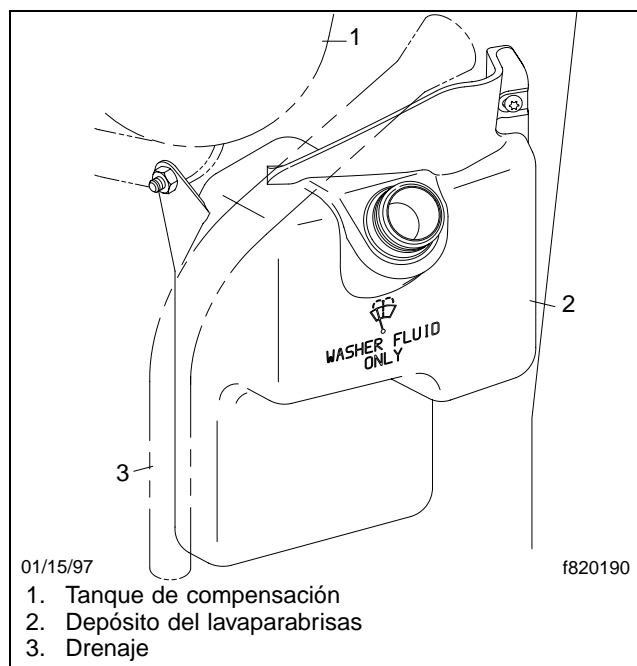

Figura 11.1, Depósito del lavaparabrisas
3. Compruebe que el depósito del lavaparabrisas esté lleno. Agregue fluido al lavaparabrisas según sea necesario. Vea la **Figura 11.1**. El depósito del lavaparabrisas está situado en el